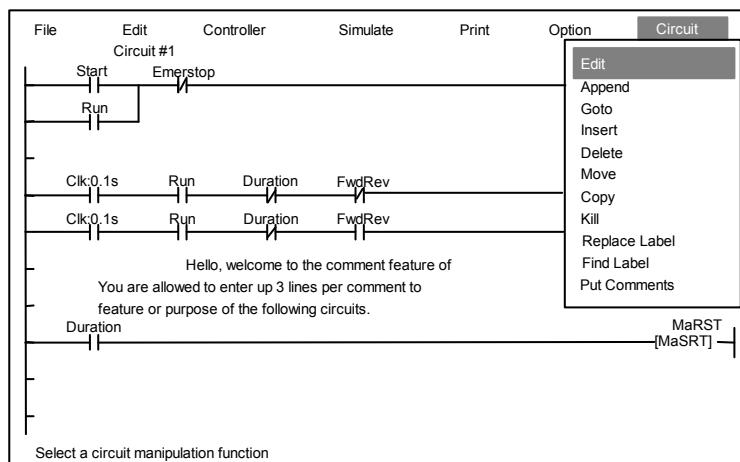

図2.6
15. ここで、ラダーロジックエディター画面の回路編集用のブラウズモード The Browse Mode になると、メインメニューバーの右端に回路編集 [Circuit] メニューが表示されることに気が付かれたことだと思います。この回路編集 [Circuit] メニューは唯一このラダーロジックエディター画面の回路編集用のブラウズモード The Browse Mode でのみ選択できるローカルメニューです。<Ins>キーを押すことによってこの回路編集 [Circuit] メニューをオープンできます。図 2.6 のようにオープンしてみましょう。